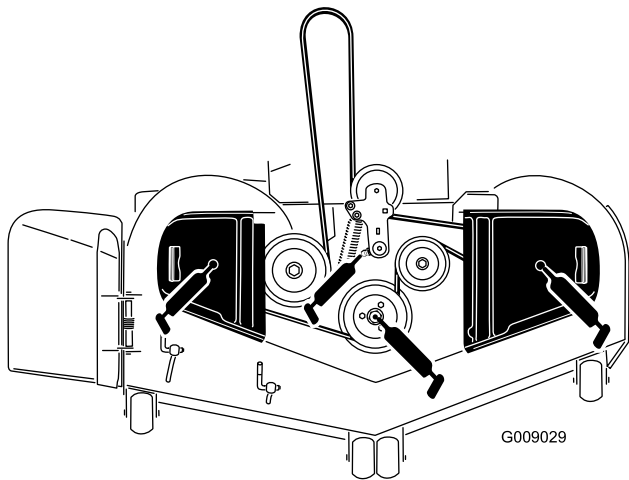

Figura 46
3. Engrase el pivote de la polea tensora de la carcasa de corte hasta que salga grasa por el extremo inferior (Figura 46).
4. Engrase los 3 cojinetes de los ejes hasta que salga grasa (Figura 46).
5. Engrase el brazo tensor de la correa de transmisión (Figura 46).